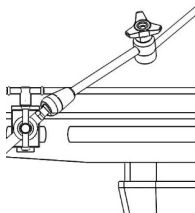

Figura 1
- Desaperte o manípulo do **Grampo da Mesa**. Coloque o grampo da mesa no lado oposto ao do cirurgião, posicionado perto da axila do paciente, na calha cirúrgica sobre o campo cirúrgico e, em seguida, aperte o grampo na calha (Figura 1).